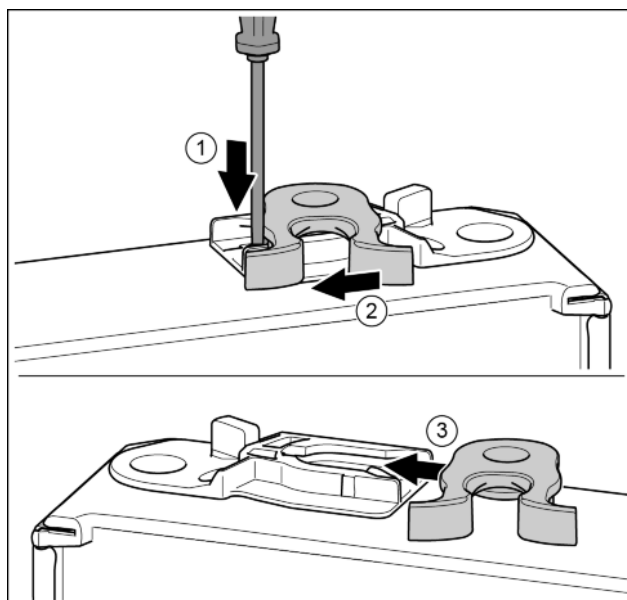

Fig. 13
- ▶ Lip met sleuvschroevendraaier naar onder drukken. Fig. 13 (1)
- ▶ Sluithaak uit de geleiding trekken. Fig. 13 (2)
- ▶ Sluithaak aan de andere kant van de geleiding schuiven. Fig. 13 (3)